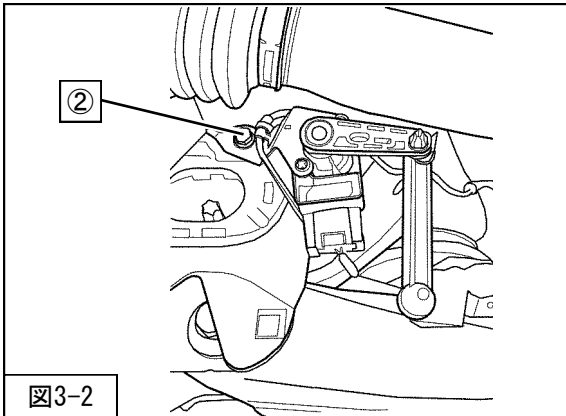
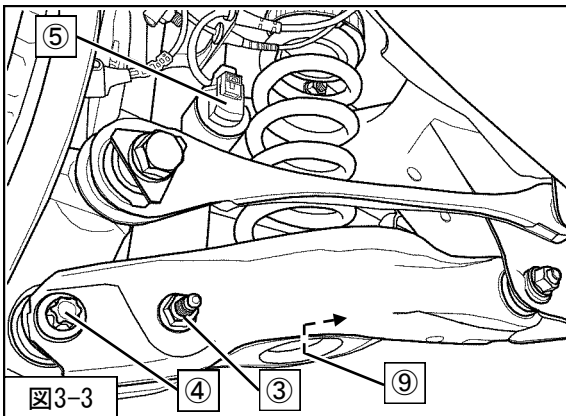
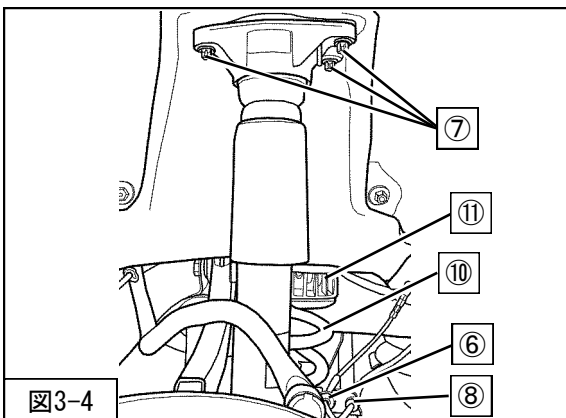

図3-2
図3-3
図3-4
3. 木片及びジャッキを使用し、リアサスペンションASSYロアアームNo.2を支持し、②ハイトセンサー取付ボルトを取外してください。（図3-2）
4. ③リアショックアブソーバASSYロア取付ボルト・ナット
④リアサスペンションASSYロアアームNo.2取付ボルト・ナットを取外してください。（図3-3）
⑤コネクターを取外してください。（図3-3）
6. ⑥ワイヤハーネス
⑦リアショックアブソーバASSYアッパー取付ナットを取外してください。（図3-4）
⑧ワイヤハーネスを取外してください。（図3-4）
⑨リアスプリングロアシート
⑩リアスプリング
⑪リアスプリングアッパーシートを取外してください。（図3-3・3-4）